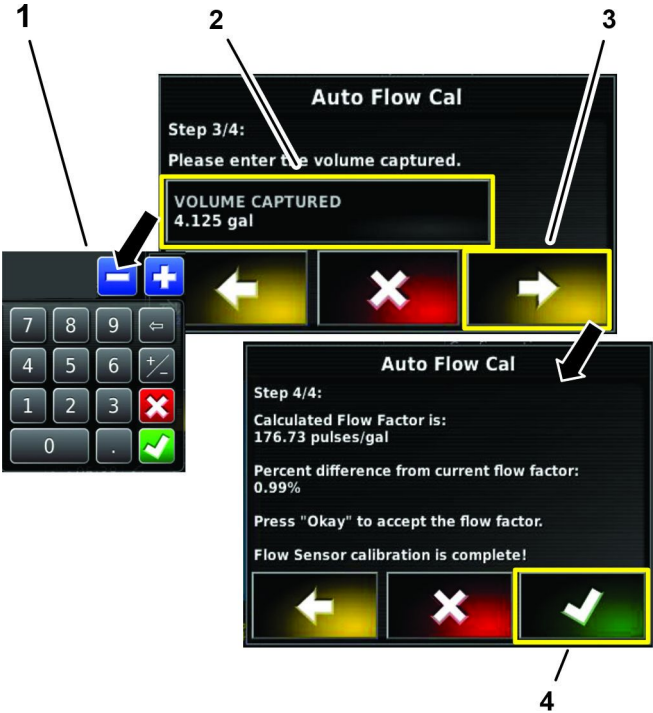

图 173
1. 在自动流量校准向导的第 3 步共 4 步按获得的液量图标用显示屏键盘输入您在 计算 60 秒打药车喷洒的液量 (页码 65) 的第 4 步转换而成的液量然后按“确认”图标图 173。
2. 按下一步图标图 173。
3. 在自动流量校准向导的第 4 步共 4 步按“确认”图标图 173。